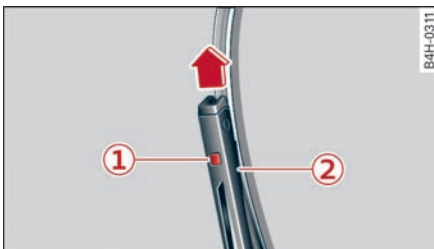

图 53 取下车窗玻璃雨刮片
- ▶ 按雨刮片上的锁止按钮 ① ⇨ 图 53。此时应抓住雨刮片。